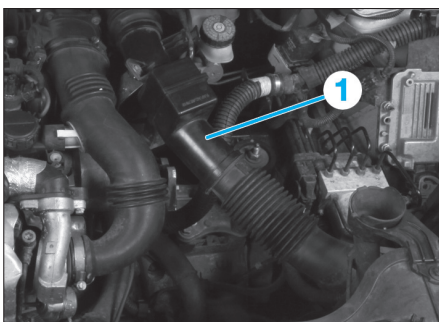

Fig. 9
- le conduit d'air (1) (Fig.9),